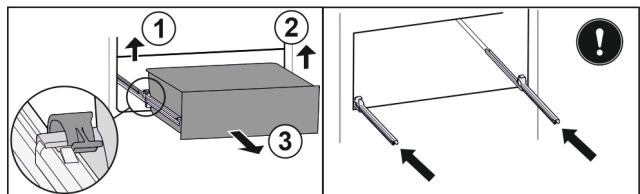

Fig. 34
- ▶ Приподнимите левый зажим и одновременно вытяните движением вперед выдвижной ящик слева. Fig. 34 (1)
- ▶ Приподнимите правый зажим и одновременно вытяните движением вперед выдвижной ящик справа. Fig. 34 (2)
- ▶ Извлеките выдвижной ящик движением вперед. Fig. 34 (3)